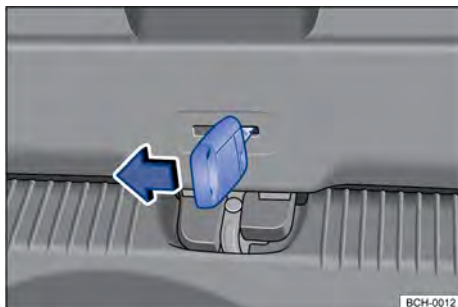

Fig. 61 No compartimento de bagagem: destravar a tampa traseira.
- Inserir a haste da chave na abertura na tampa traseira → Fig. 61 e deslocar a alavanca de destravamento no sentido da seta.